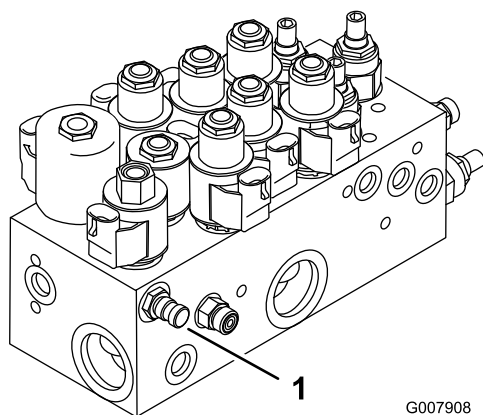
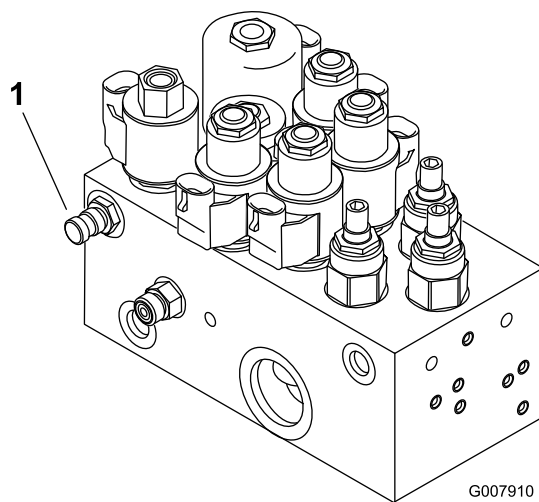

Figura 79
Figura 80
1. Il foro diagnostico A (Figura 79 e Figura 80) agevola la diagnostica del circuito idraulico degli elementi di taglio posteriori.